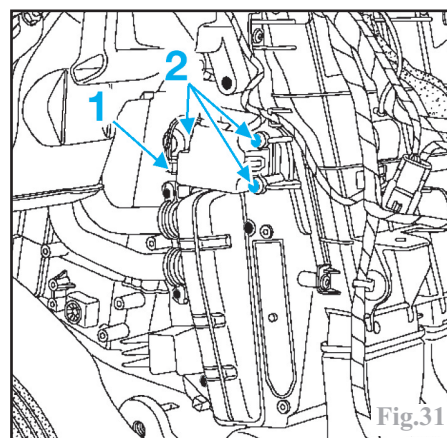

Fig.31
Débrancher le connecteur du moteur de mixage (1) (Fig.31).